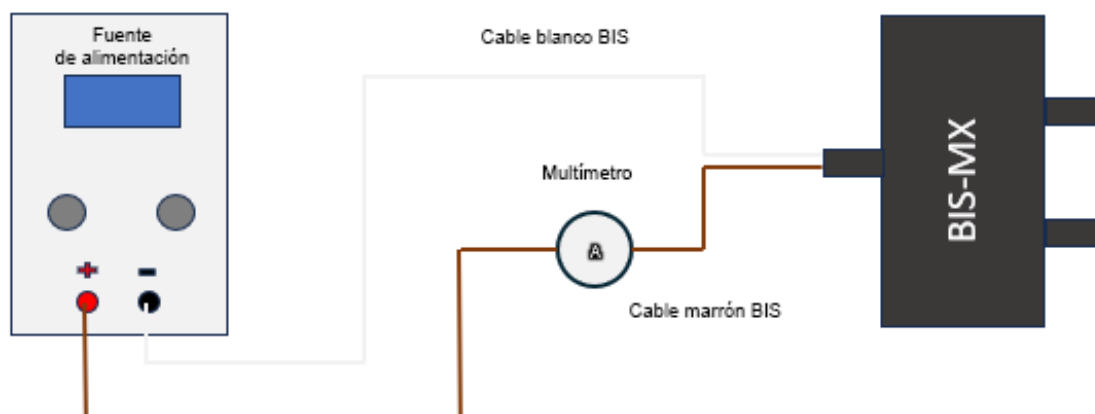

Fig. 2 Diagrama de conexión
3. Monte el circuito de conexión de acuerdo con la «Fig. 2 Diagrama de conexión».